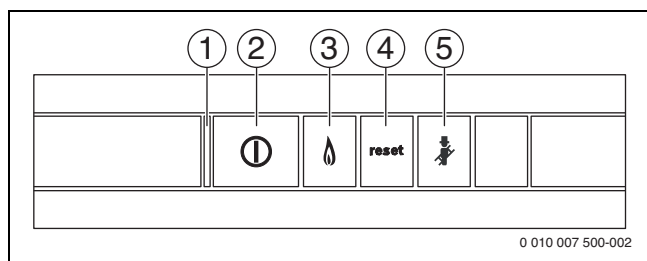

Bild 194 Bedientasten
- ▶ Gerät am Ein/Aus-Schalter (→ Bild 194) einschalten.